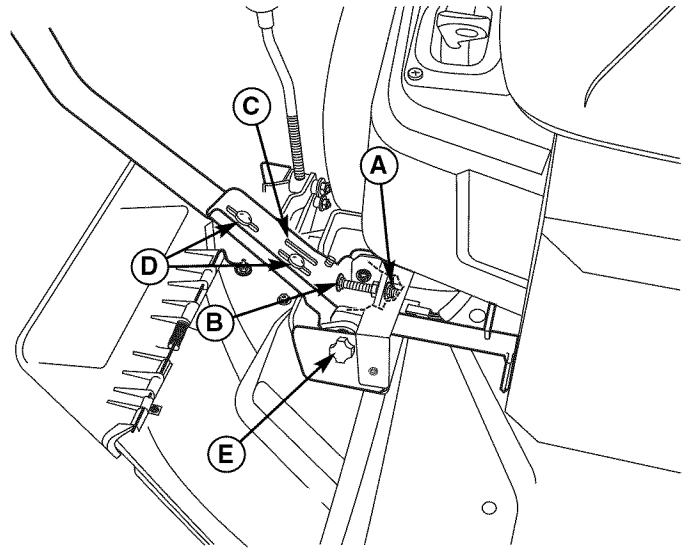

Figura 36. Ajuste de las Palancas de Control
Jale las palancas hacia adentro, encima del regazo del operador a la posición de DRIVE. Afloje los pernos de montaje (D, Figura 36) y suba o baje las palancas a la posición deseada. Apriete los pernos de montaje (D).
**Para Ajustar el Espacio Libre para el Operador:** El espacio entre el operador y las palancas de control puede incrementarse quitando el perno de montaje más bajo (D, Figura 36), girando la palanca hacia adelante y reinstalando el tornillo de cabeza hexagonal a través de las palancas de control y la ranura delantera (C). Repita lo mismo con la palanca de velocidad.
Si el tractor vira a la derecha o a la izquierda cuando las palancas del control de velocidad están en la posición de velocidad máxima hacia adelante, la velocidad máxima de cada una de las palancas puede balancearse girando las perillas de ajuste (E, Figura 36). Gire la perilla A LA IZQUIERDA para aumentar la velocidad o A LA DERECHA para disminuir la velocidad.